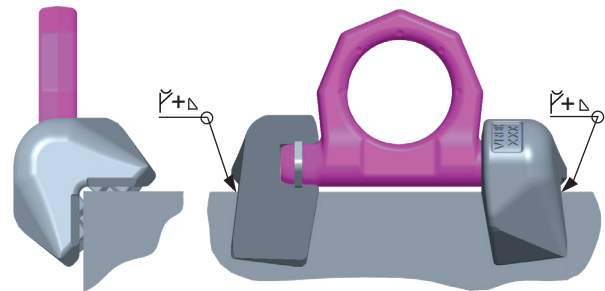

Abb. 3: Schweißnaht
- Schweißen Sie im Anschluss die Decknähte. Beginnen Sie an der Innenseite. Die beschriebene Schweißreihenfolge muss zwingend eingehalten werden. Entnehmen Sie dazu sowohl Nahtart als auch Nahtgröße aus Abb. 3 und Tabelle 5.